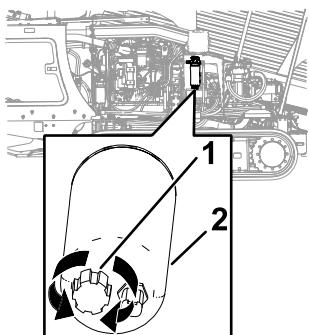

Figura 96
3. Coloque un recipiente de drenaje debajo del filtro de combustible primario (Figura 96).
4. Gire la válvula de drenaje, en la parte inferior del filtro de combustible primario, 2 o 3 vueltas en sentido antihorario, y drene el agua y los sedimentos del filtro de combustible (Figura 96).